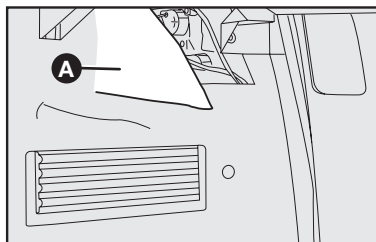

fig. 51
1) En el interior del compartimiento de equipajes, tire de la lengüeta en el tapizado **A-fig. 51**.